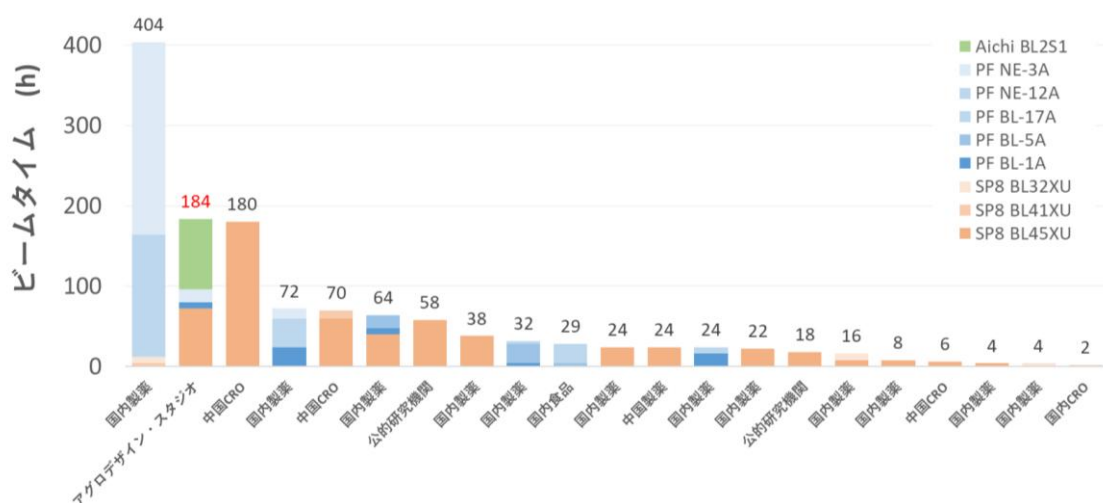

図10 国内放射光ビームライン成果占有(商用)測定時間数（2022年8月～12月）※公知情報より当社調べ
当社は自社創農薬のために放射光施設での豊富なビームタイム（測定時間）を利用してきました。国内外の放射光施設の SPring-8、高エネルギー加速器研究機構 Photon Factory (PF)、あいちシンクロトロン光センター (AichiSR)、スイス国 Swiss Light Source (SLS)、フランス国 European Synchrotron Radiation Facility (ESRF) のビームタイムいずれかを週に1度以上のペース（年間300時間以上）確保しているため、迅速にデータ収集を行えることが当社の強みの一つです（図10）。このうち、SPring-8とPFは夏季に長期運転休止期間がありますが、AichiSRとSLS（2024年はESRFで代替）は日本の夏季も稼働しております。特に当社はSLSと年間176時間以上のビームタイ